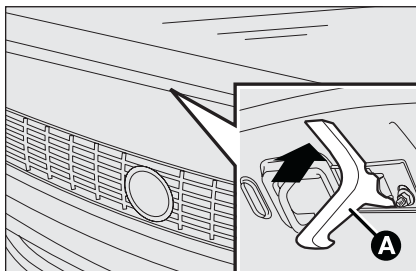

Рис. 92
- нажмите рычаг **A** (рис. 92), как показано на рисунке;